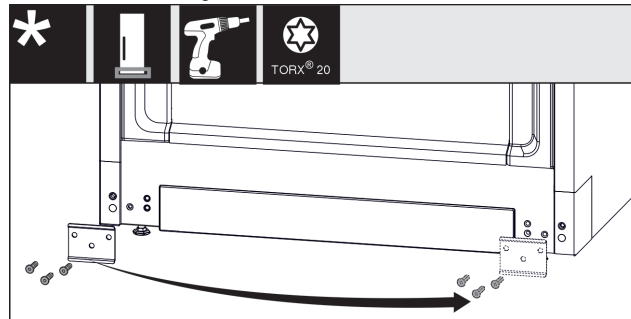

Fig. 21
- ▶ Dévisser la tôle Fig. 21 (1), la déplacer et la revisser de l'autre côté.